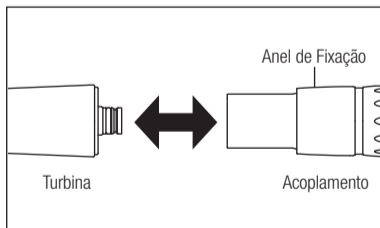

Fig. 2
- 1) Introduza a turbina no acoplamento. (Fig.2)